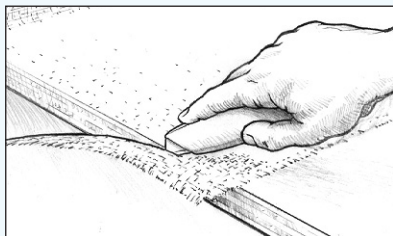

Figure 25 Couper l'excédent de tissu une fois que l'époxy s'est gélifié, mais avant qu'il ne durcisse complètement.
8. Coupez les parties de tissu qui dépassent (*Figure 25*) et qui se chevauchent après que l'époxy a atteint la première étape de son durcissement. Le tissu sera facile à découper avec un couteau tranchant tant que l'époxy n'a pas complètement durci. Le cas échéant, vous pouvez découper les tissus qui se chevauchent comme suit.